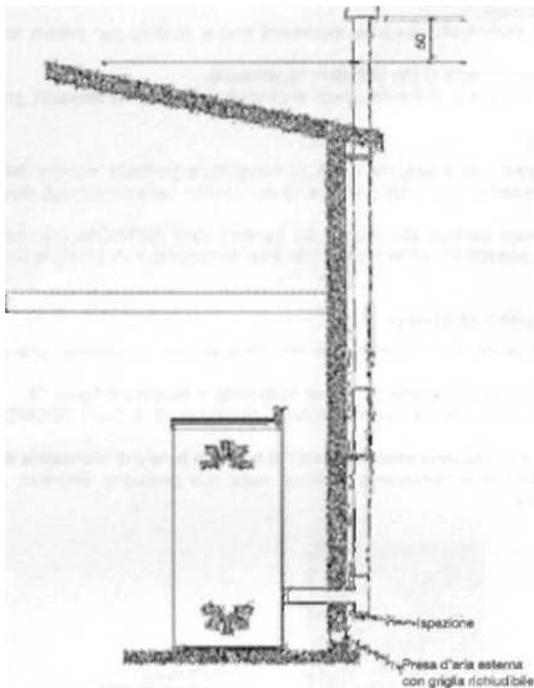

Fig. 13
- Doit être utilisé uniquement les tuyaux isolés (double paroi) en acier inoxydable fixés au bâtiment (fig. 13).
- Dans la Fig. 13 montre la solution à adopter dans le cas où vous souhaitez utiliser une fumées externe